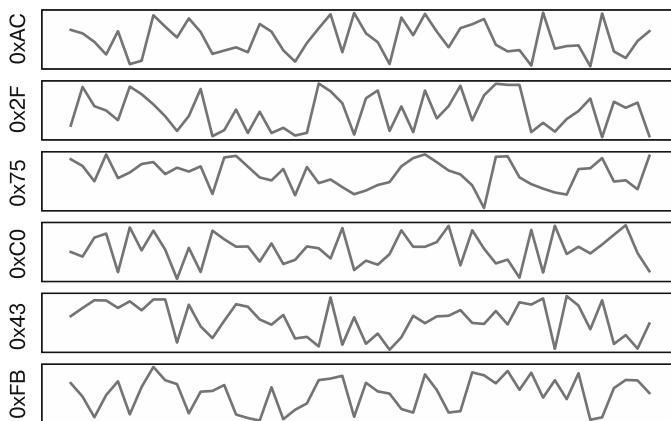
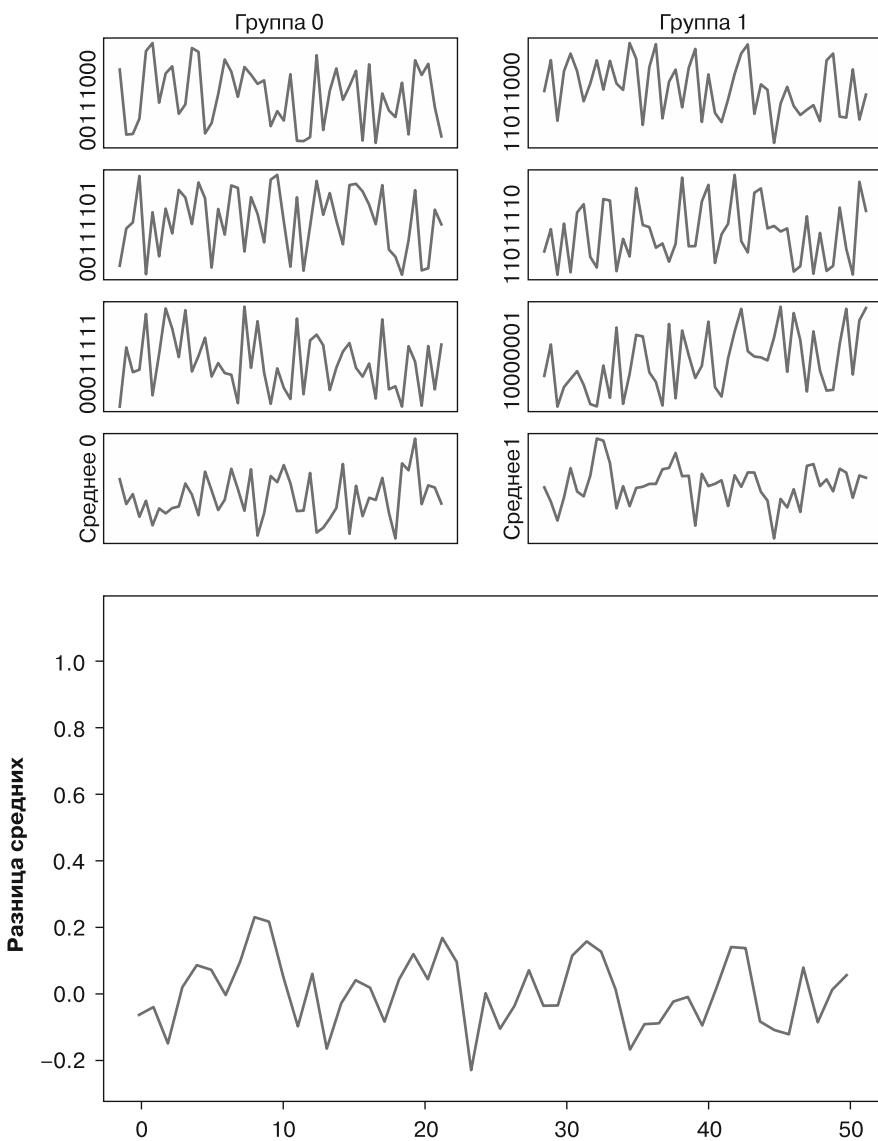
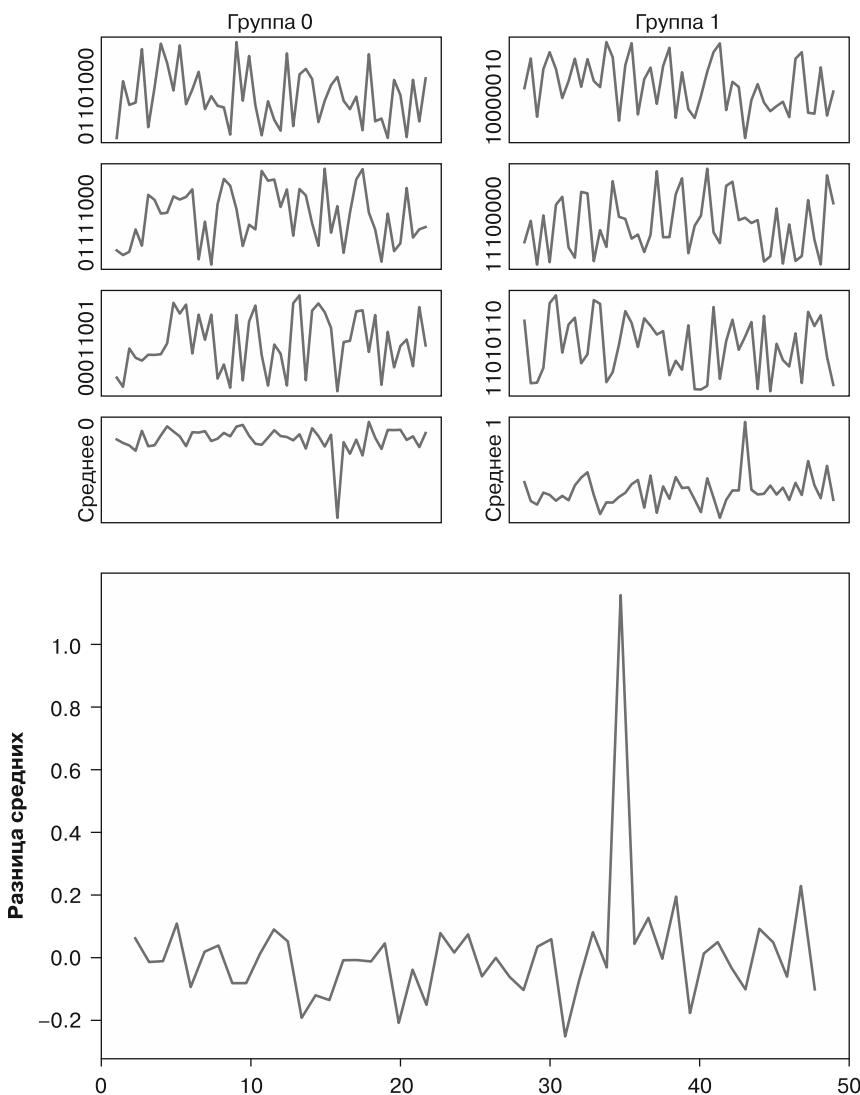

Рис. 10.6. Входные данные и соответствующие им кривые потребляемой мощности
Рис. 10.7. Усреднение множества графиков в единицы и нули для неправильного предположения (0xAB) без явных пиков
Рис. 10.8. Усреднение множества графиков в единицы и нули для правильного предположения (0x97), где отчетливо виден пик
Теперь мы отправляем на устройство набор случайных восьмибитных входных байтов данных и записываем трассировку потребляемой мощности. В итоге получаем список отправленных данных с соответствующими им кривыми потребляемой мощности, как показано на рис. 10.6.
Скажем, у нас есть массив трассировок потребляемой мощности $t[]$ и массив входных данных $p[]$. Например, верхняя запись на рис. 10.6 будет иметь вид $p[0] = 0xAC$. Трассировка потребляемой мощности $t[0]$ представляет собой массив выборочных значений, показанных на верхнем графике. Мы можем применить алгоритм DPA для создания списка различий для каждого предположения ключа. Простая функция, представленная в листинге 10.1, имитирует энергопотребление простого целевого устройства и угадывает один бит с помощью атаки DPA.
Теперь рассмотрим природу этого предположения. Если оно *неправильное*, то в таблицу попало не то значение, о котором мы думали, и результат тоже оказался другим. Группировка по неверному младшему разряду означает, что мы фактически случайным образом разбиваем все трассы потребляемой мощности на две группы. В этом случае можно ожидать, что среднее энергопотребление каждой группы будет примерно одинаковым. Таким образом, если вы вычитаете средние значения друг из друга, то разница должна быть близкой к нулю. На рис. 10.7 показаны некоторые примеры двух групп и полученное вычитание.
Если наше предположение *правильное*, то на устройстве вычислились именно те данные, которые мы предполагали. Поэтому мы переместили все графики питания, где LSB равен 1, в одну группу, а все графики, где LSB равен 0, в другую группу. В случае потребления этими единицами и нулями немного разного количества энергии данная разница должна стать очевидной, если мы усредним достаточно большие группы графиков. Мы ожидаем увидеть небольшую разницу между группами единиц и нулей при манипулировании этим битом, как показано на рис. 10.8.
Эта разница (пункт **❷** в листинге 10.1) и есть та самая *дифференциальность* в дифференциальном анализе потребляемой мощности. Сила данного анализа заключается в том, что разделение графиков из таблицы, показанной выше на рис. 10.6, на две группы позволяет нам усреднить множество графиков и избавиться от шума, не усредняя при этом вклад интересующего нас бита. В образце 35 на рис. 10.8 виден пик, который представляет собой небольшой вклад нашего LSB. Получение разницы между этими двумя усредненными группами будет называться *взятием разницы средних* (difference of means, DoM).
Наконец, мы вычитаем среднее значение каждой группы, чтобы получить массив разностей. Как они выглядят? Если бы разделение было сделано правильно, то в какой-то момент можно было бы увидеть большой всплеск. Вернитесь к рис. 10.7 и 10.8. Вы увидите очевидный положительный всплеск, если разделение выполнено правильно, и таким образом, мы знаем, что наше ключевое предположение верно.
График на рис. 10.8 является результатом правильного предположения, где мы разделили графики, исходя из того, что байт секретного ключа равен 0x97. График на рис. 10.7 показывает неверное предположение о том, что байт секретного ключа равен 0xAB.